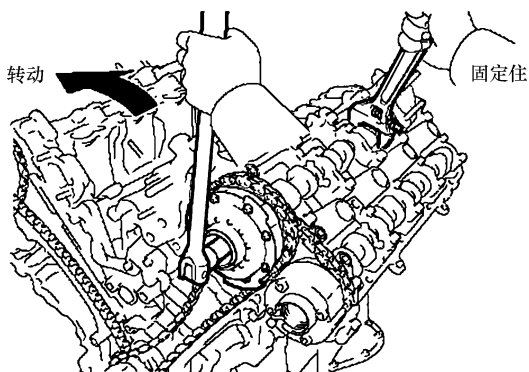

图 24-40 固定凸轮轴并松开螺栓
② 如图 24-40 所示, 用扳手固定住凸轮轴的六角部位, 然后用 12mm 的六角扳手松开螺栓。注意, 操作时扳手不要碰伤气缸盖, 也不要分解凸轮轴正时齿轮。